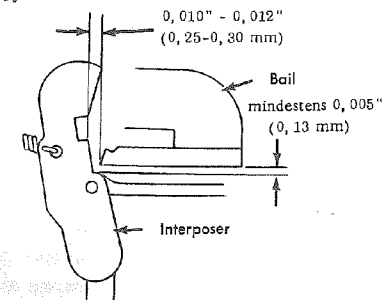

Abb. 9 Druckplatte am tiefsten Punkt
- Wenn der Nockenarm am hohen Teil der Nocke anliegt (vergl. Abb. 9), prüfen, ob zwischen der Unterseite der Druckplatte und den Schubklinken ein Mindestabstand von $0,005''$ ($0,13\text{ mm}$) besteht.